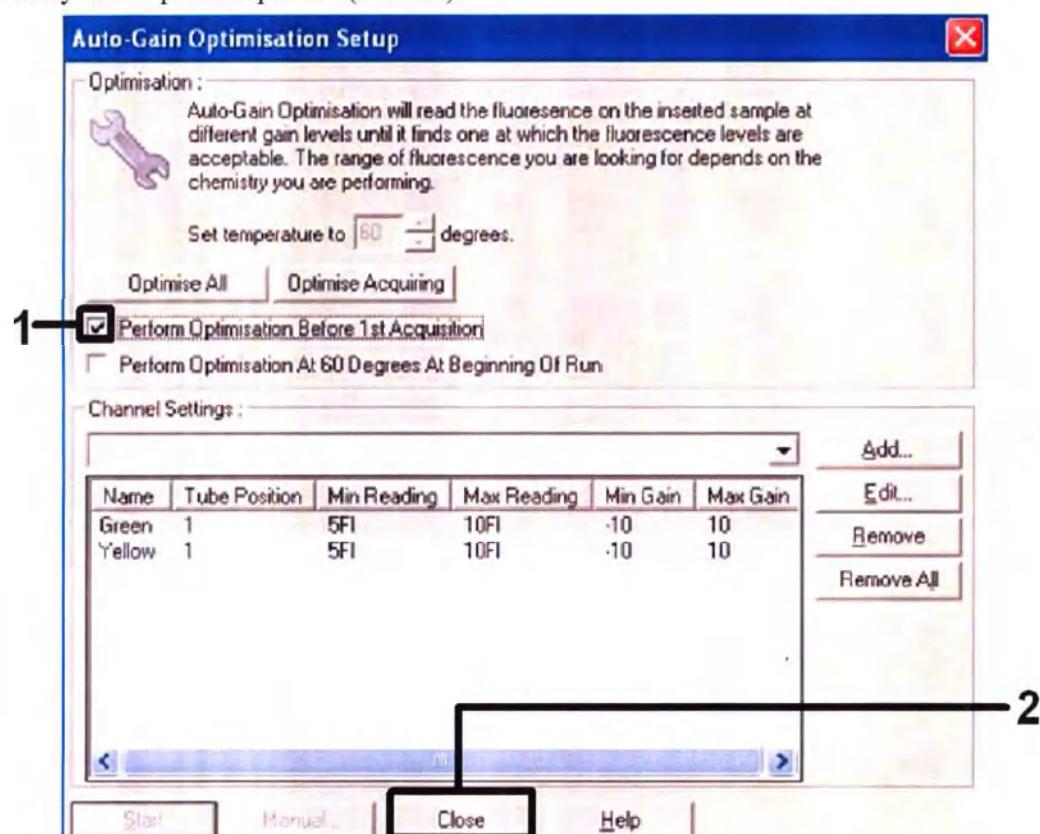

Рисунок 12. Оптимизация каналов детекции.
14. Поставьте галочку в поле "выполнить оптимизацию перед 1-м считыванием" (Perform Optimisation before 1st Acquisition), после чего нажмите кнопку "закрыть", чтобы вернуться к окну мастера настройки (Рис.12).